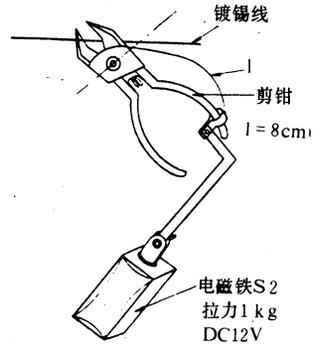
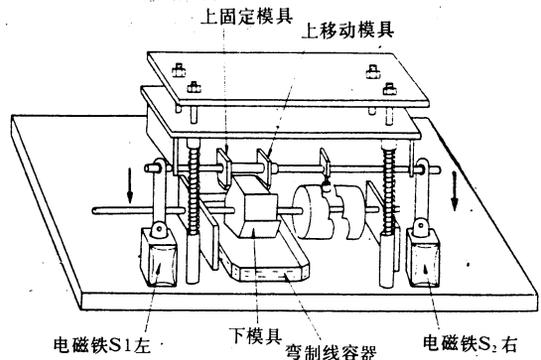
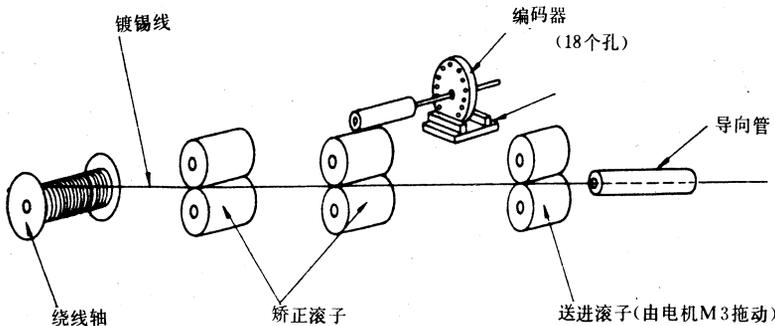

图 6
图 7
图 5
$\varnothing 0.6$ mm 的镀锡线绕在线轴上，进入下模具后，由于卷绕过而成圆环状，不能正确地弯曲。因此，如图 5 所示，通过两对矫直滚将卷绕变形的线矫正过来。使用 DC 电机与减速齿轮驱动送进滚子回转，镀锡线从两个送进滚子之间通过，完成镀锡线的送进。
如图 6 所示,按所需要的尺寸,切断镀锡线,使用小形剪钳,切断需要 3kg/cm 力矩,则电磁铁以 1kg 的拉力下拉剪把的端部(柄长 8cm)。
镀锡线的弯曲如图 7 所示。在模具的左右两侧装有电磁铁,将上模具拉向下模具,镀锡线受压弯曲。
微电脑教育部件  $\mu\text{P}-80$  发出的信息变换为适合操纵机械的信息。接口电路图如图 8 所示。 $\mu\text{P}-80$  的输入输出部件端口 C 高位④输出“通”信息,导通晶体管 2SC1815,继电器 R4 为“通”,驱动模具电机 M4 回转。编码器检测到模具应该处于停止位置时,端口 C 高位⑤输出“断”信息,模具电机 M4 停止回转。接着,从端口 C 高位⑤输出“通”信息,通过晶体管以及继电器 R3,驱动镀锡线送进电机 M3,传动如图 5 送进滚子回转,完成镀锡线的送进。同时,编码器(图 5)检测送进长度,达到既定长度后, M3 电机自动停止转动。然后,由端口 C 高位⑥输出“通”信息,驱动电磁铁 S2(图 6)拉动剪钳剪断镀锡线。最后,端口 C 高位⑦输出“通”信息,电磁铁 S1(图 7)动作,上、下模具合垄折弯镀锡线。1 秒钟后,上模具返回原处。
这样,结束一个循环。在折弯镀锡线时,一旦 M4 电机旋转,下模具转 1 转,如与基准起始位置一致,附着在下模具上的跨接线会落到盛放跨接线的盒内,如图 7 所示。